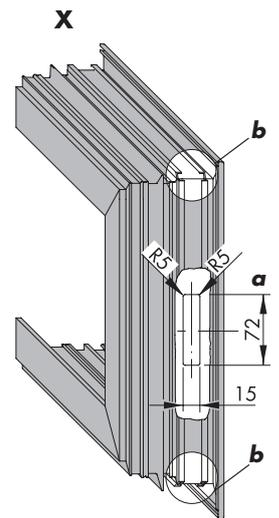

Bild 2
- b** Schubstangenführungsnut öffnen (Bild 2).